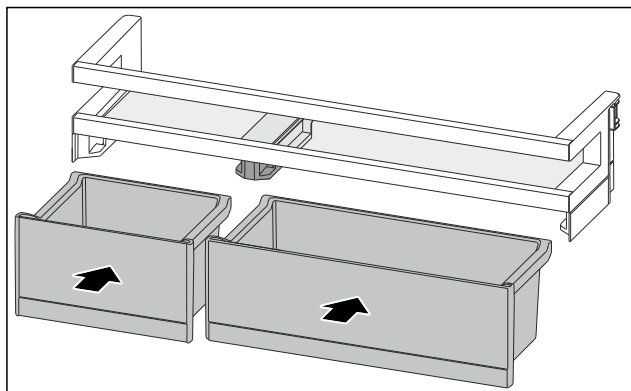

Fig. 155
- ▶ Установите ящики VarioBox, поменяв их расположение. (см. Fig. 155)